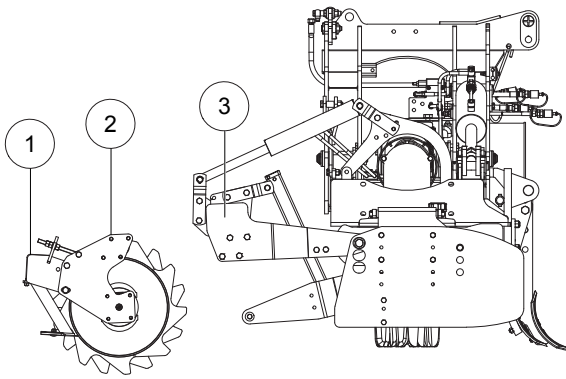

FIG. 8
- Die Drehungen der Schaber-Träger-Schiene blockieren (1, "Fig. 8").
- Die Walze auf den Boden mit Stützplatten (2, "Fig. 8") in die Richtung des Aufbaus setzen.